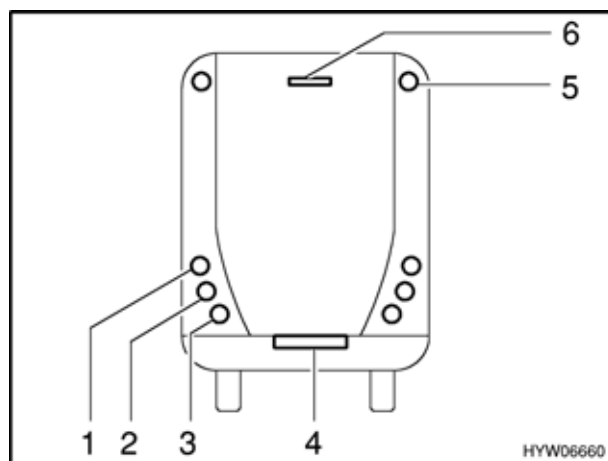

Fig. 110 Luci posteriori
- Svitare le viti degli involucri (Fig. 110,1 a 5).
La terza luce freno (Fig. 110,6) va sostituita assieme al suo involucro.